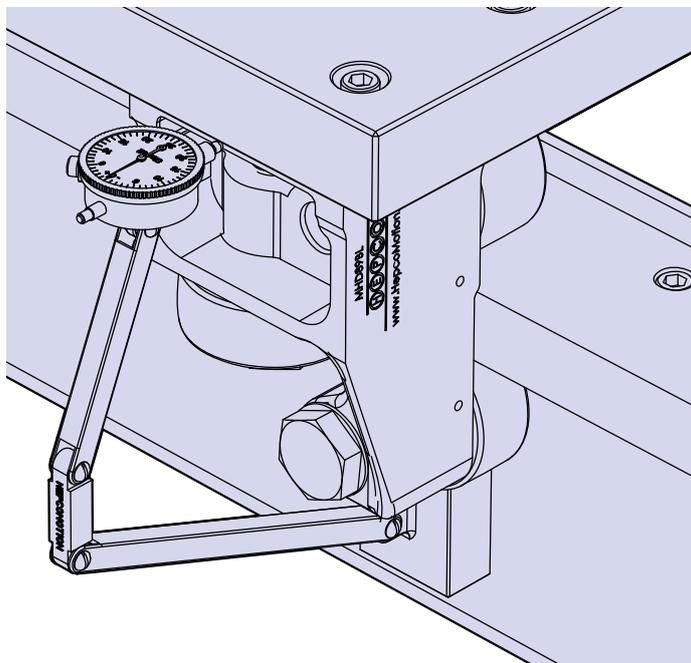

Figure 6
19. Vérifiez l'alignement du chariot par rapport aux rails en déplaçant le chariot sur les rails, un appareil de mesure approprié étant au contact du bord de référence des blocs (voir figure 6). Cette mesure doit confirmer que chaque bloc est aligné par rapport au rail, et que les blocs situés d'un même côté du chariot sont sur le même alignement. Si l'alignement n'est pas correct, faites le réajustement nécessaire.